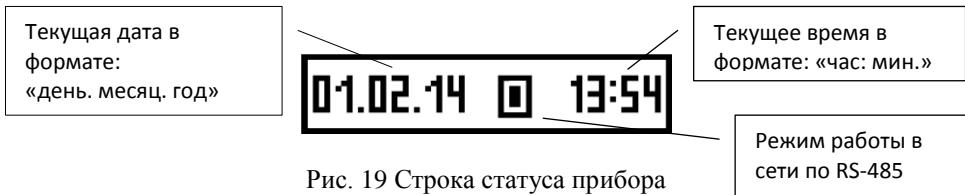

Рис. 19 Стока статуса прибора
2.5.3 Верхняя зона – строка статуса БКУ представлена на рис. 19.